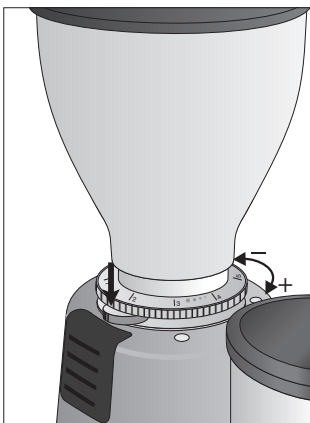

Fig.3
Regolazione a scatti (fig. 3)
- Click adjustment (fig. 3)**